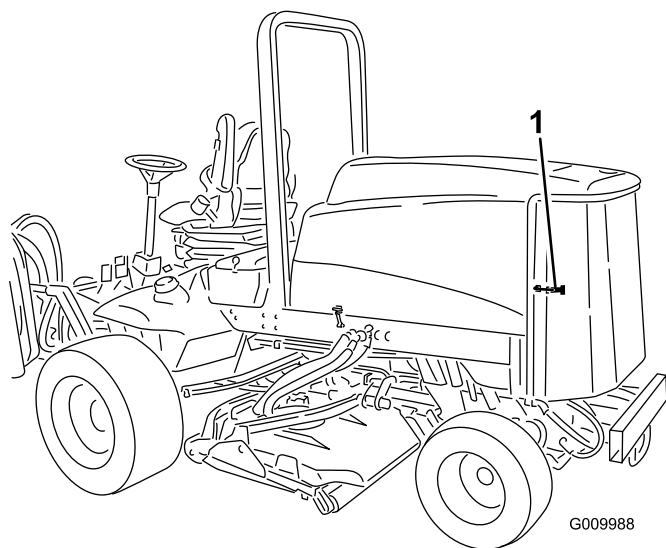

Figure 45
1. Déverrouillez et ouvrez la grille arrière (Figure 45). Nettoyez soigneusement la surface de la grille.